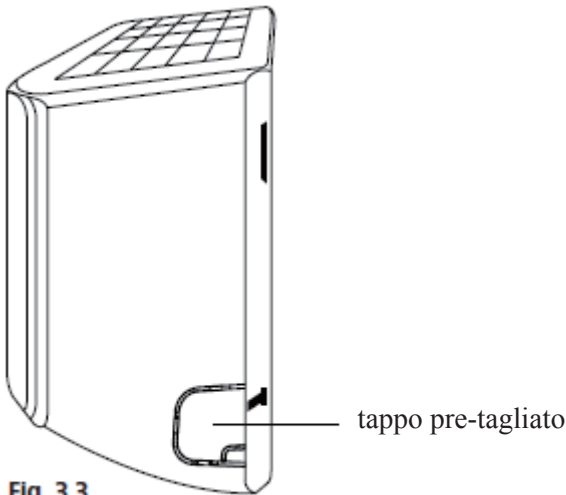

Fig. 3.3
2. Se il foro nel muro è dietro l'unità, tenere il tappo pre-tagliato in posizione. Se il foro nel muro è sul lato dell'unità in interni, rimuovere il tappo pre-tagliato di plastica sul lato dell'unità. (Vd. Fig. 3.3). Ciò creerà una fessura attraverso la quale il tubo può uscire dall'unità. Usare pinze se il pannello di plastica è troppo difficile da rimuovere con le mani.